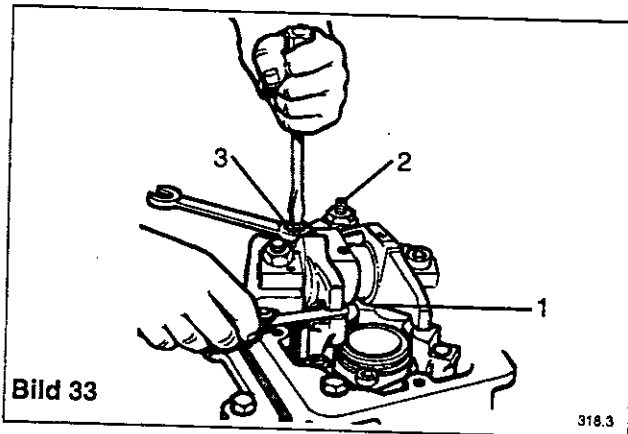

Bild 33
Nach dem Ausgleich beider Brückenstücke das Spiel beim Auslaß- und Einlaßventil mit einem 0,4-mm-Meßfühler (1) kontrollieren. Gegenmutter (2) ggf. lockern und Spiel mit der Einstellschraube (3) einstellen. Gegenmutter ohne Verstellen des Einstellers anziehen (siehe Bild 33). Der Meßfühler muß Gleitsitz zwischen Kipphebel und Brückenstück haben, woraus sich das richtige Spiel ergibt. Ventildeckel mit neuer Flachdichtung wieder anbringen.